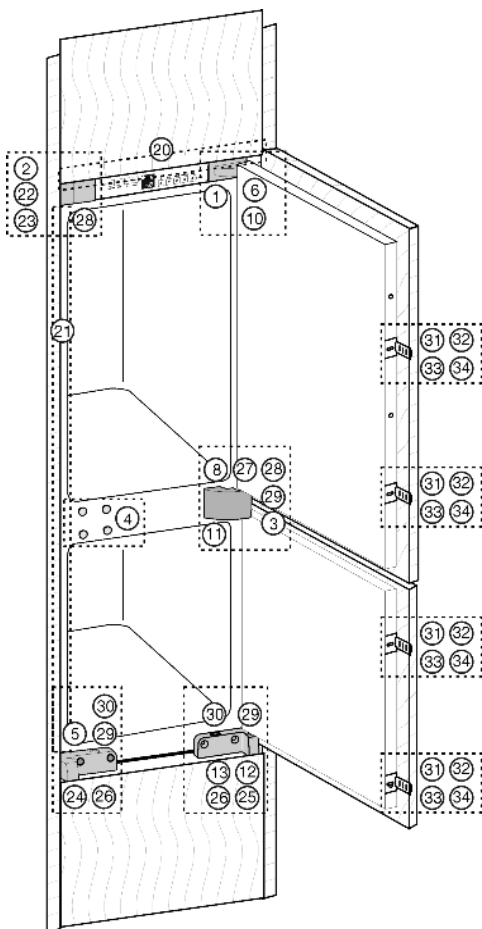
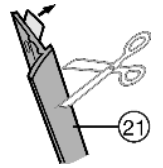
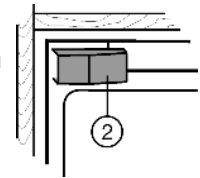

Fig. 6
Fig. 9
Fig. 10
- Coller la bordure de protection Fig. 9 (21) du côté préhension et à fleur sur la paroi latérale de l'appareil : Retirer le film de protection et coller la bordure de protection.
- Si nécessaire, raccourcir la bordure de protection Fig. 9 (21) à la hauteur de la niche.
- Appliquer la bordure de protection Fig. 9 (21) exactement sous l'équerre de fixation Fig. 6 (22).
- Retirer le cache Fig. 10 (2).
- Retirer le cache Fig. 6 (3) du support central Fig. 10 (11).